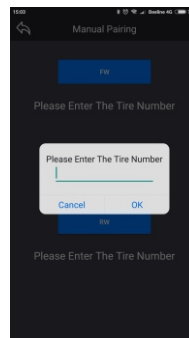

Рисунок 3
3) Нажмите кнопку FW. Во всплывающем окне введите уникальный ID-код, соответствующий переднему датчику устройства (см. таблицу на стр. 5) и нажмите ОК. Повторите данную операцию для второго датчика (рис. 3). Программирование датчиков завершено.